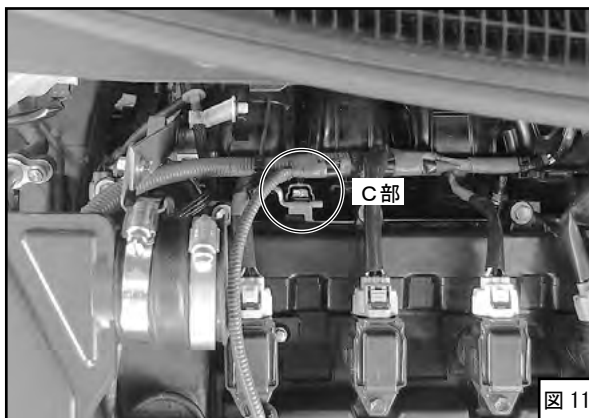
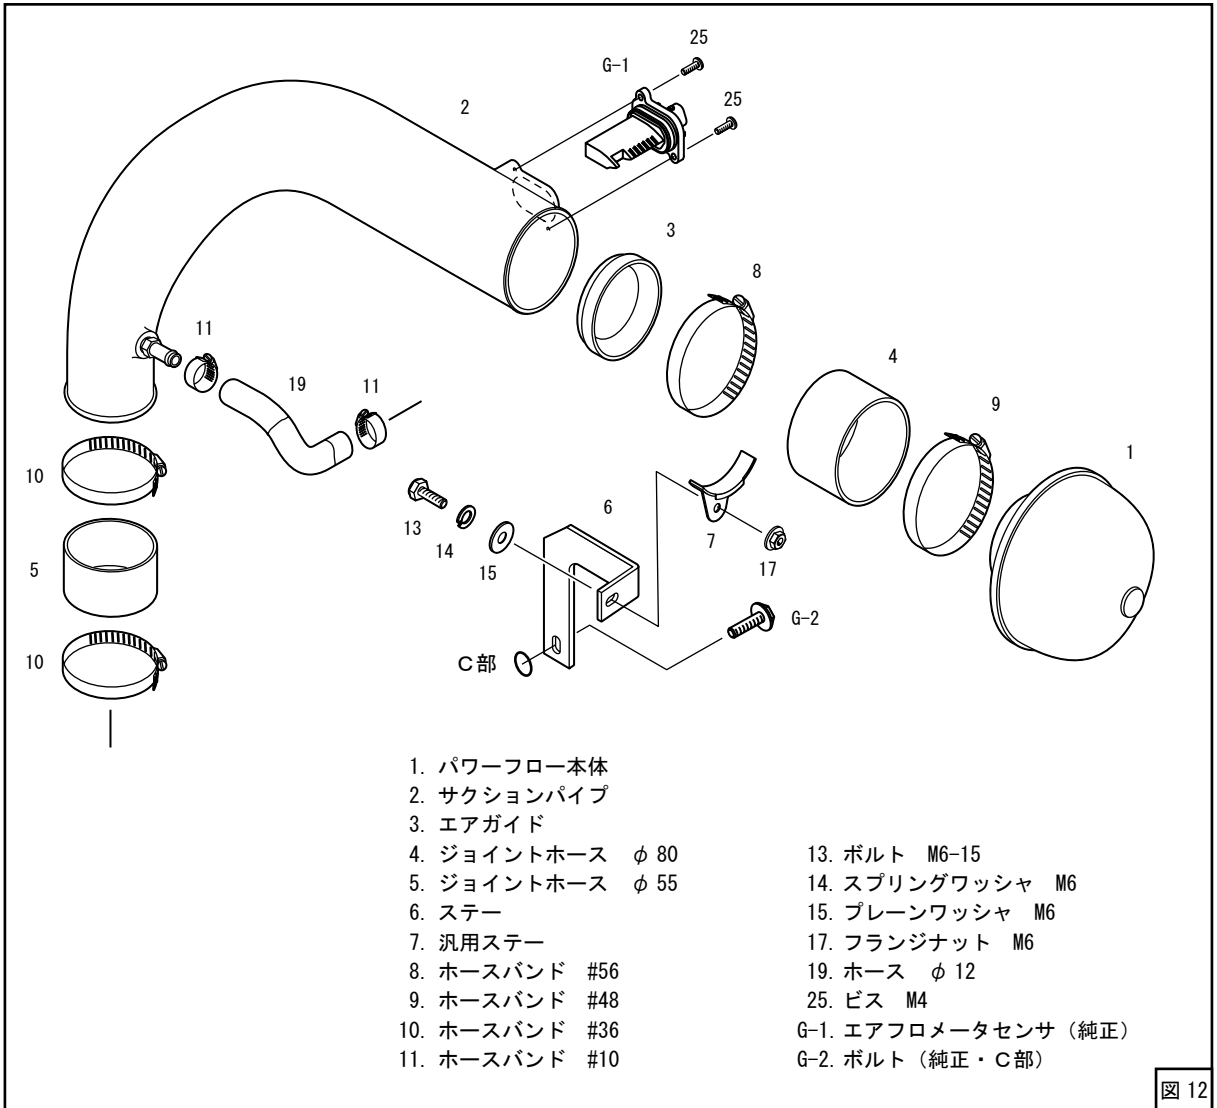

図 11
図12
- (2) ホースφ12をエンジンに仮付けしてください。(図5、図6、図12)
- (3) ヘッドルーバーステーを取付けてください。
- (6) エアフロメータセンサのOリング（純正）がサクシオンパイプに噛み込まないようにしながら図10の位置にいくことを確認し、キットパーツのM4ビスを使用して取付けてください。この時ビスを締めすぎないようにしてください。（締付けトルク 2.0～3.0N・m[0.2～0.3kg・m]）（図10、図12）
- (7) C部のボルトをいったん外し、ステーをC部に仮付けしてください。（図11、図12）
(8) キットパーツを仮付けしてください。(図11、図12)